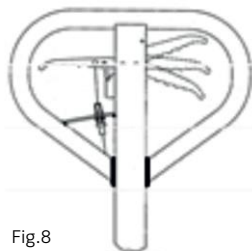

Fig.8
c) Si les fourches ne s'abaissent pas lorsque le levier de commande est sur la position DESCENTE, tournez l'écrou de réglage dans le sens des aiguilles d'une montre jusqu'à ce qu'il soulève le levier de commande abaissant les fourches. Vérifiez ensuite la position NEUTRE selon la fig. 8 et assurez-vous que l'écrou de réglage est dans la position correcte.